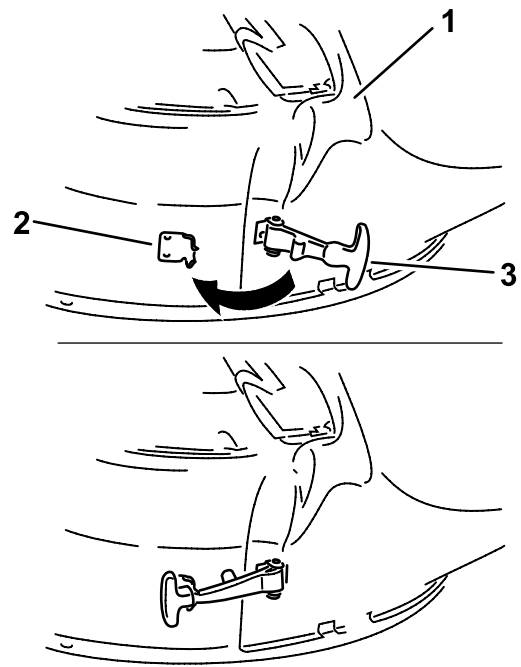

Figura 17
5. Agganciate il fermo flessibile sul camino di scarico al fermaglio saldato sul piatto di taglio (Figura 17).